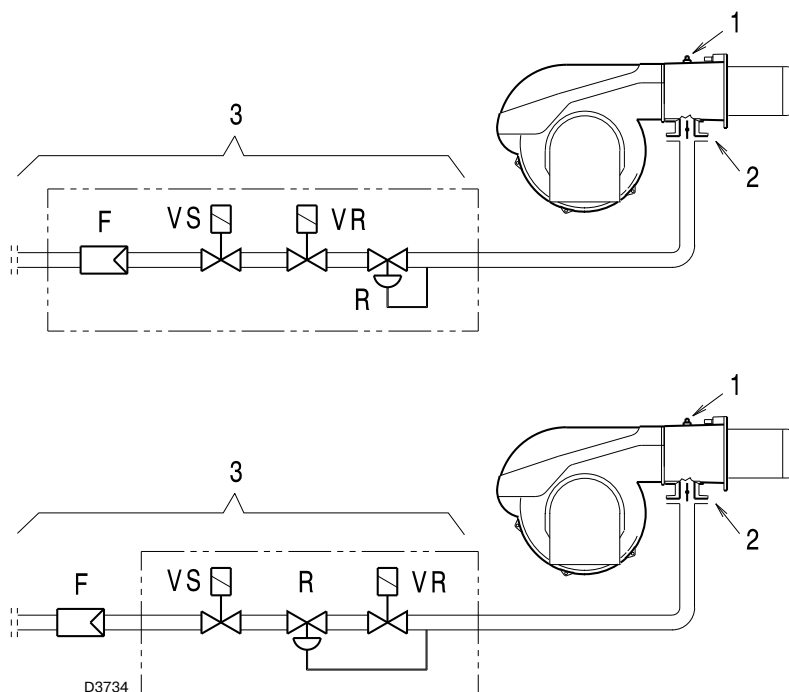

Рис. 40
Давление газа, измеряемое на штуцере 1)(Рис. 40), с:
Потеря нагрузки дроссельного клапана для газа 2)(Рис. 40) с максимальным открыванием: 90°.
Потеря нагрузки рампы 3)(Рис. 40), в которую входят:
- Вычесть из давления газа на штуцере 1)(Рис. 40) давление в камере сгорания.
- Давление газа на штуцере 1)(Рис. 40) = 8 мбар
Для того, чтобы узнать давление газа, необходимое на штуцере 1)(Рис. 40), определив МАКС. мощность, при которой должна работать горелка:
- Посмотреть справа в колонке 1 давление на штуцере 1)(Рис. 40).
- необходимое давление на штуцере 1)(Рис. 40)